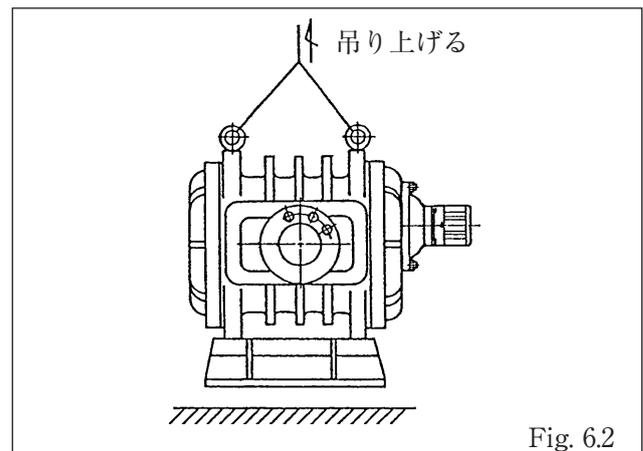

Fig. 6.2
- (2) 運搬はホイールクレーン(容量2.5ton以上)などで吊り下げ衝撃を与えないように注意して運搬設置してください。(Fig.6.2)